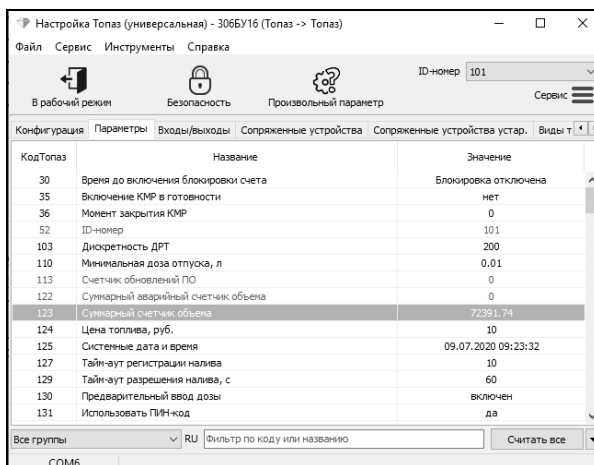

Рисунок 10
6.6 На вкладке "Параметры" (рисунок 10) можно просмотреть и при необходимости изменить значения параметров устройства.